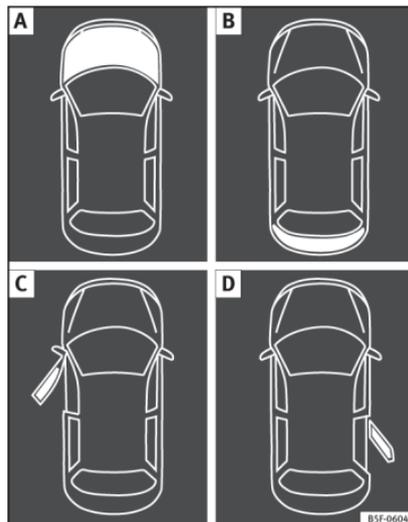

Fig. 83 A: cofano aperto; B: portellone posteriore aperto; C: porta anteriore sinistra aperta; D: porta posteriore destra aperta (solo nei veicoli a 5 porte).
- Cofano, portellone posteriore e porte aperte »» **fig. 83.**